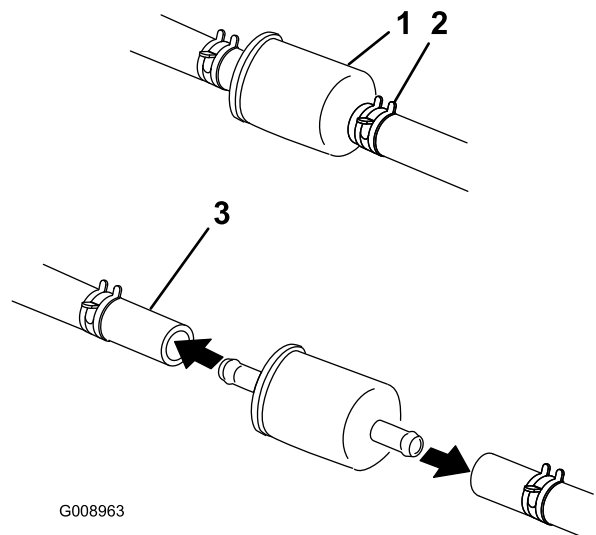

Figura 56
4. Cierre la válvula de cierre de combustible, situada debajo del asiento (Figura 56).
5. Apriete los extremos de las abrazaderas y deslícelas por el tubo alejándolas del filtro (Figura 56).
7. Instale un filtro nuevo y acerque las abrazaderas al filtro (Figura 56).